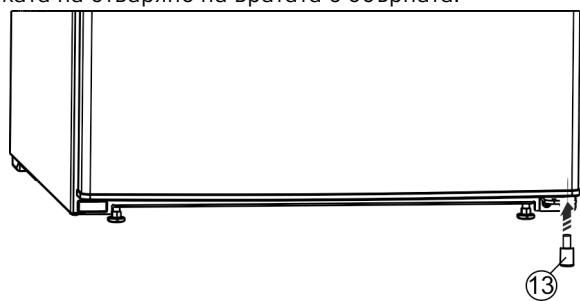

Fig. 27 *
- Поставете отново дистанционния елемент Fig. 27 (13) долу вдясно във вратата, защото това е важно за стабилността на уреда.*